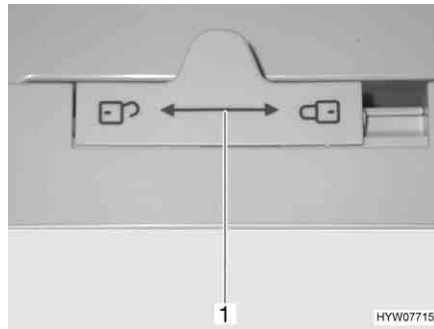

Bild 140 Lås till kylskåpsdörr (Dometic 7-serie)
- Skjut låset (Bild 140,1) åt vänster "🔓".
- Skjut låset (Bild 140,1) helt åt höger "🔒".